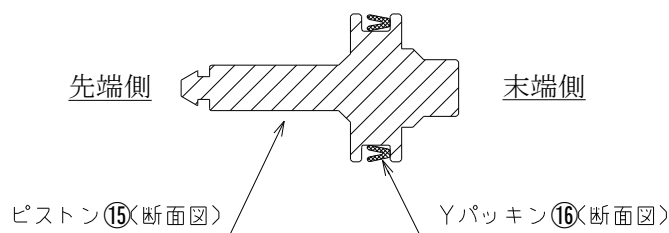

図4. 組付け時のYパッキンの向き
(2) オリフィス部・シール面にゴミ・異物が付着していない事を確認してください。
(3) ピストン⑮とYパッキン⑯を組み付ける際は向きに注意してください。
(Yパッキン⑯の溝をピストン⑮の先端側に向けて組み付けてください。) (図4参照)